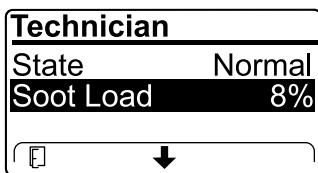

Figura 45
- Vea la carga de hollín que se mide como porcentaje de hollín en el DPF(Figura 45); consulte la tabla de carga de hollín.